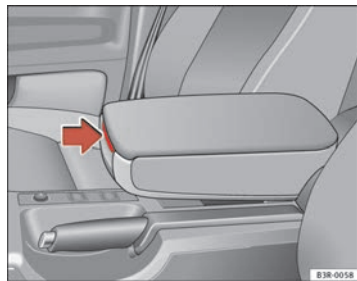

Fig. 115 Reposabrazos entre el asiento del conductor y el del acompañante
- Pulse la palanca de desbloqueo ⇒ fig. 115.